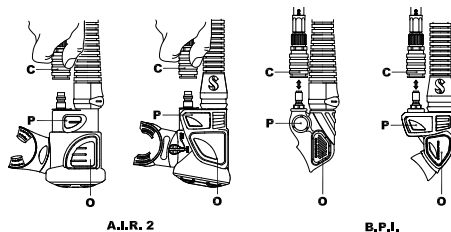

fig 6
Para anexas el enganche de desconexión rápida (fig. 6 - C):
Para inflar el chaleco compensador, presione el botón de la válvula de inflado (fig. 6-P). El aire debería ingresar al chaleco. Para controlar mejor el inflado, use pequeñas ráfagas de aire presionando y liberando repetidamente el botón de la válvula.
2. Con el mismo aire, continúe exhalando mientras presiona profundamente el botón de la válvula oral de inflado (fig. 6 - O).